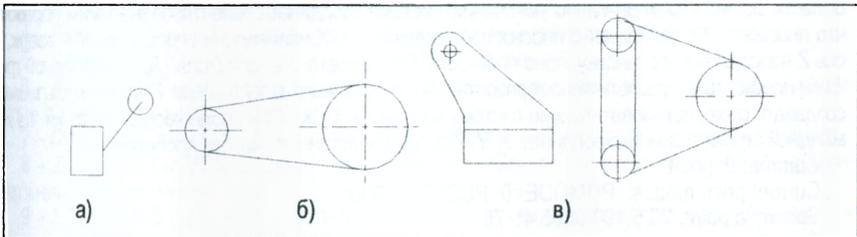

Рис. 2.14. Объектная привязка
11. Выполните примеры простой привязки (рис. 2.14): к центру круга и середине отрезка (рис.14 а) и по касательной (рис. 14 б).
12. Соедините объекты (рис. 2.14 в), используя привязку.